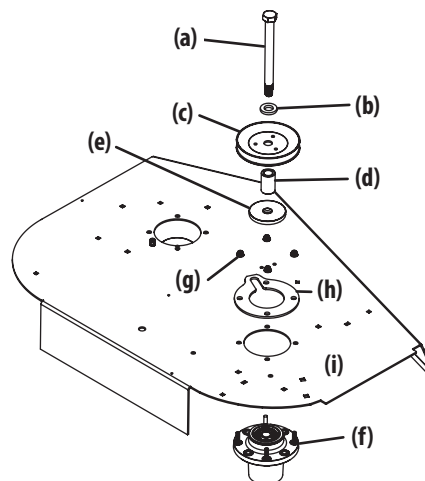

Figure 49
- Retirez le boulon hexagonal (a), la rondelle (b), la poulie (c), l'entretoise (d) et la rondelle de garde-boue (e) de l'ensemble de l'axe (f) (Figure 49).
- Retirez les quatre contre-écrous à collerette (g) et la plaque de support (h) qui fixent les ensembles de broches (f) au plateau de coupe (i) (Figure 49).
7. Inversez les ÉTAPES 4 et 5 pour installer l'ensemble de broche. Lors de l'installation du nouvel ensemble de broche, veillez à installer les pièces de fixation exactement comme indiqué dans Figure 49 à la page 67. Serrez les écrous de blocage de la bride à 21 à 32 pi-lb (28 à 43 N-m).